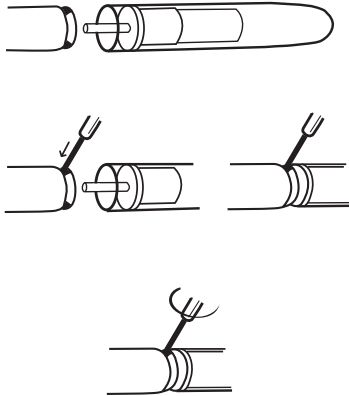

Abbildung 3. Anbringen der Spitzen am Dura-II Implantat
6. **Zusammenbau des Implantats** – Das Zylinderteil ist bidirektional. Proximale bzw. distale Spitzen können an beiden Enden angebracht werden. Die Spitzen anhand des mit jedem Zylinderpaar gelieferten Inbusschlüssels an den Zylindern anbringen, **indem die Schrauben fest angezogen werden** (siehe Abbildung 3). Den Spitzenstift vollständig in die dafür vorgesehene Aufnahme am Ende des Zylinders einführen. Die Spitze festhalten, während die Stellschraube mit dem Inbusschlüssel angezogen wird. Nachdem die Stellschraube fest sitzt, den Inbusschlüssel weiterhin drehen, bis sich sein Schaft leicht biegt.